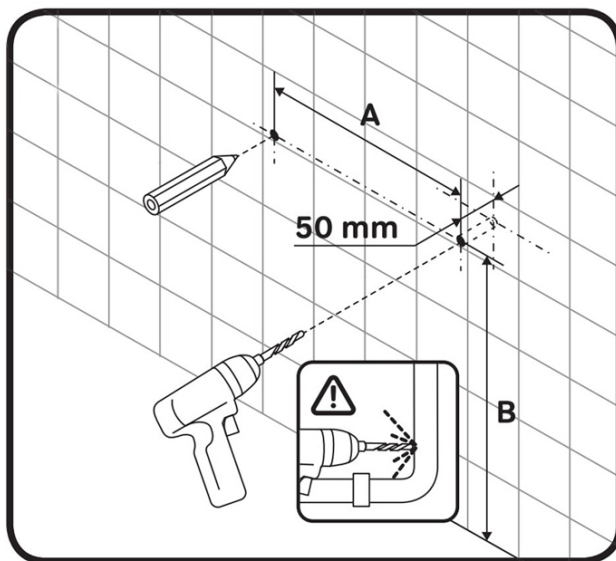

РИС.2 ОТМЕТКА МЕСТ И БУРЕНИЕ ОТВЕРСТИЙ ПОД АНКЕРНЫЕ БОЛТЫ
- Затем отмечаем места бурения отверстий под анкерные болты. Для этого берем расстояние между навесами шкафа и с помощью уровня аккуратно делаем разметки на стене. В дальнейшем сверлим отверстия на отмеченных местах под анкерные болты **(рис.2)**.